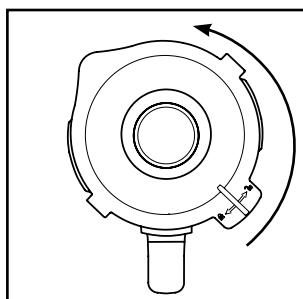
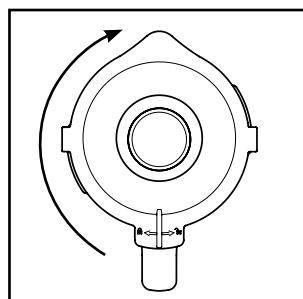

Abb. 1
Abb. 2
- 1) Nehmen Sie den Mixaufsatz ③ gerade nach oben vom Motorblock ⑥ ab.
- 2) Entfernen Sie den Deckel ②, indem Sie ihn so weit gegen den Uhrzeigersinn Richtung Position ↗ drehen (siehe Abb. 1), bis Sie ihn nach oben abziehen können.
- 3) Befüllen Sie den Mixaufsatz ③.
- 4) Drücken Sie den Deckel ② versetzt wieder fest auf den Mixaufsatz ③ auf. Schließen Sie den Deckel ②, indem Sie ihn im Uhrzeigersinn in die Position ↘ drehen, bis er hörbar einrastet (siehe Abb. 2). Achten Sie darauf, dass die Ausgießnase am Mixaufsatz ③ verschlossen ist. Nur wenn der Deckel ② bündig aufgesetzt ist, kann der Motor starten.